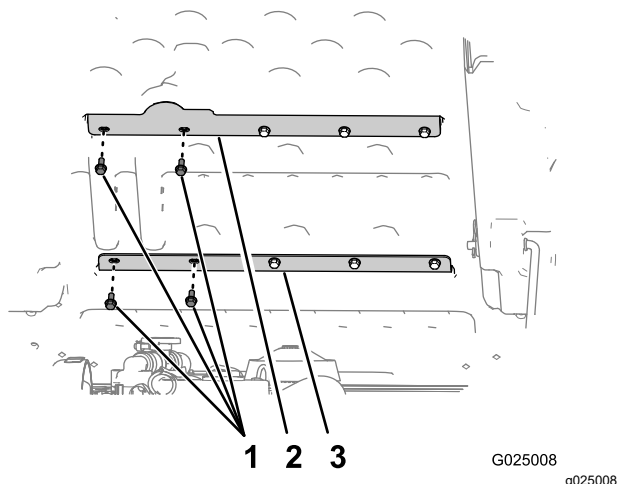

Figura 4
1. Retire os dois parafusos mais à esquerda (5/16 x ¾ pol.) que prendem o suporte superior da caixa à caixa (Figura 4).
2. Retire os dois parafusos mais à esquerda (5/16 x ¾ pol.) que prendem o suporte inferior da caixa à caixa (Figura 4).